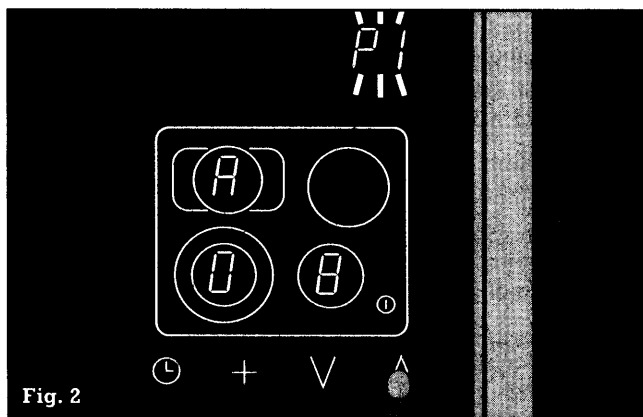

Fig. 2
- Nu kan De vælge en opkogningstid på mellem 1 og 15 minutter ved at berøre symbolerne **V** eller **A**. I kogezone-displayet vises den indstillede tid (**A01** til **A15**) og **P1** blinker (opfordring til at gemme) (fig. 2).